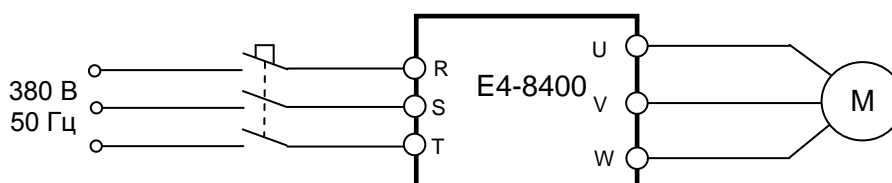

Рис.4.22
- 4.14.1. Подключить к клеммам R, S, T преобразователя частоты сеть электропитания 380 В, 50 Гц., а к клеммам U, V, W электродвигатель (рисунок 4.22).